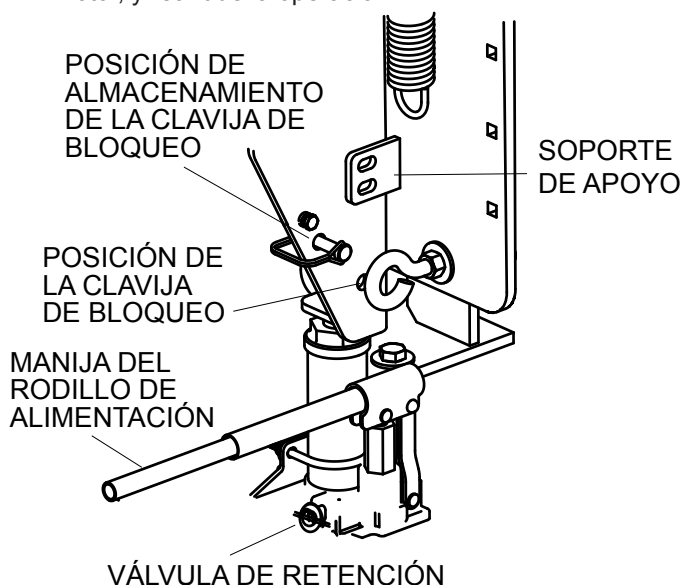

Figura 5.3, Gato del rodillo de alimentación.
3. Retire la clavija de bloqueo de la posición de almacenamiento (ver Figura 5.3).